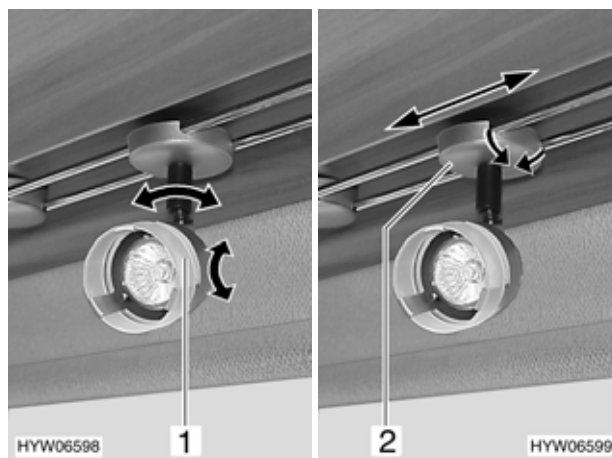

Bild 92 Spotleuchte
- Gehäuse (Bild 92,1) fassen und drehen.
- Halterung (Bild 92,2) fassen.